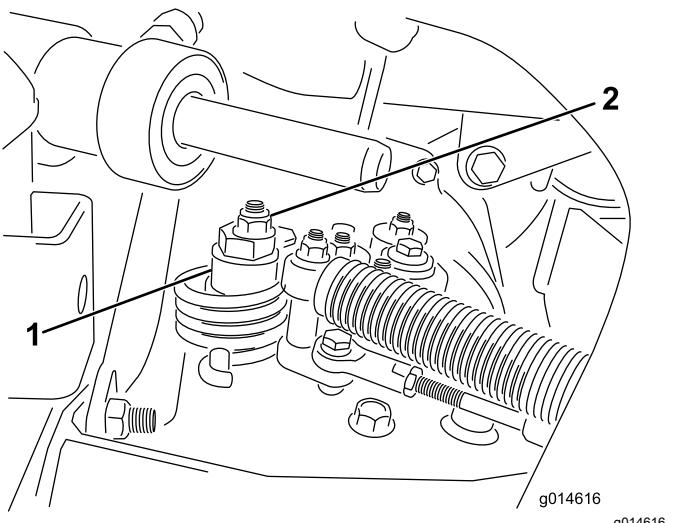

Figure 32
- A. Desserrez l'écrou de fixation de l'excentrique en haut de l'hydrostat (Figure 32).
- C. Tournez l'excentrique jusqu'à ce que la roue ne tourne plus dans aucune direction. Lorsque la route arrête de tourner, serrez l'écrou pour bloquer l'excentrique et le réglage (Figure 32). Vérifiez le réglage avec la commande d'accélérateur en position BAS RÉGIME, puis HAUT RÉGIME.